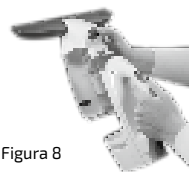

Figura 8
- Desligue o aparelho. Desbloqueie o recipiente, pressionando o botão de liberação e remoção (ver figura 8). **NOTA:** A unidade não pode ser utilizada se o depósito estiver desbloqueado.